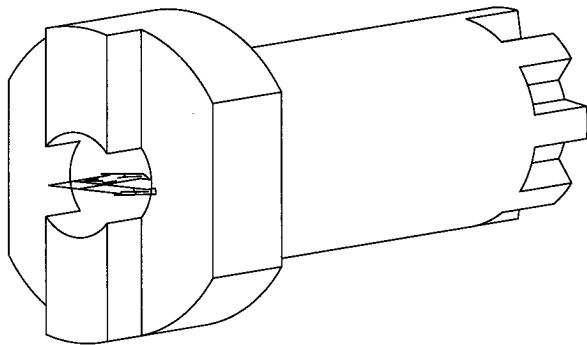

图 7-43
1) 在设置光源之前必须确定并设置渲染用的视图，本例所用的视图如图 7-43 所示，通过将模型对 XY 平面旋转 8°；并在 XY 平面上沿 X 轴旋转 -50 获得，可以用 VPOINT 或 DVIEW 命令设置这些角度。